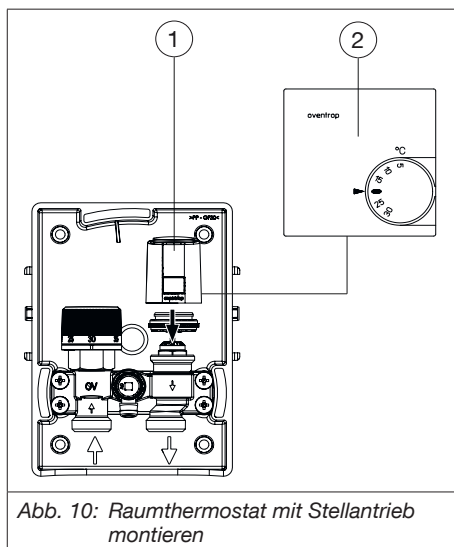

Abb. 10: Raumthermostat mit Stellantrieb montieren
3. Schrauben Sie den Stellantrieb (siehe Abb. 10 auf Seite 12 (2)) auf das Ventil. Führen Sie das Kabel durch die Bohrung im Wand-einbaukasten (siehe 6.1 auf Seite 9).